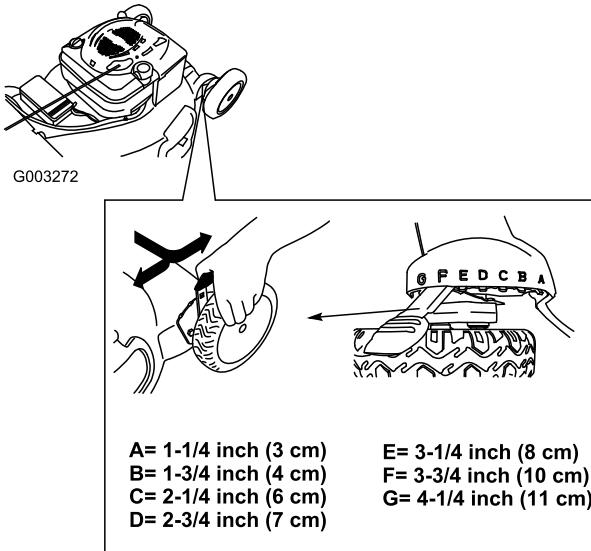

Bild 13
**Hinweis:** Wenn Sie das Mähwerk anheben möchten, schieben Sie alle vier Einstellhebel für die Schnitthöhe nach vorne. Schieben Sie die Hebel nach hinten, um das Mähwerk abzusenken (Bild 13).